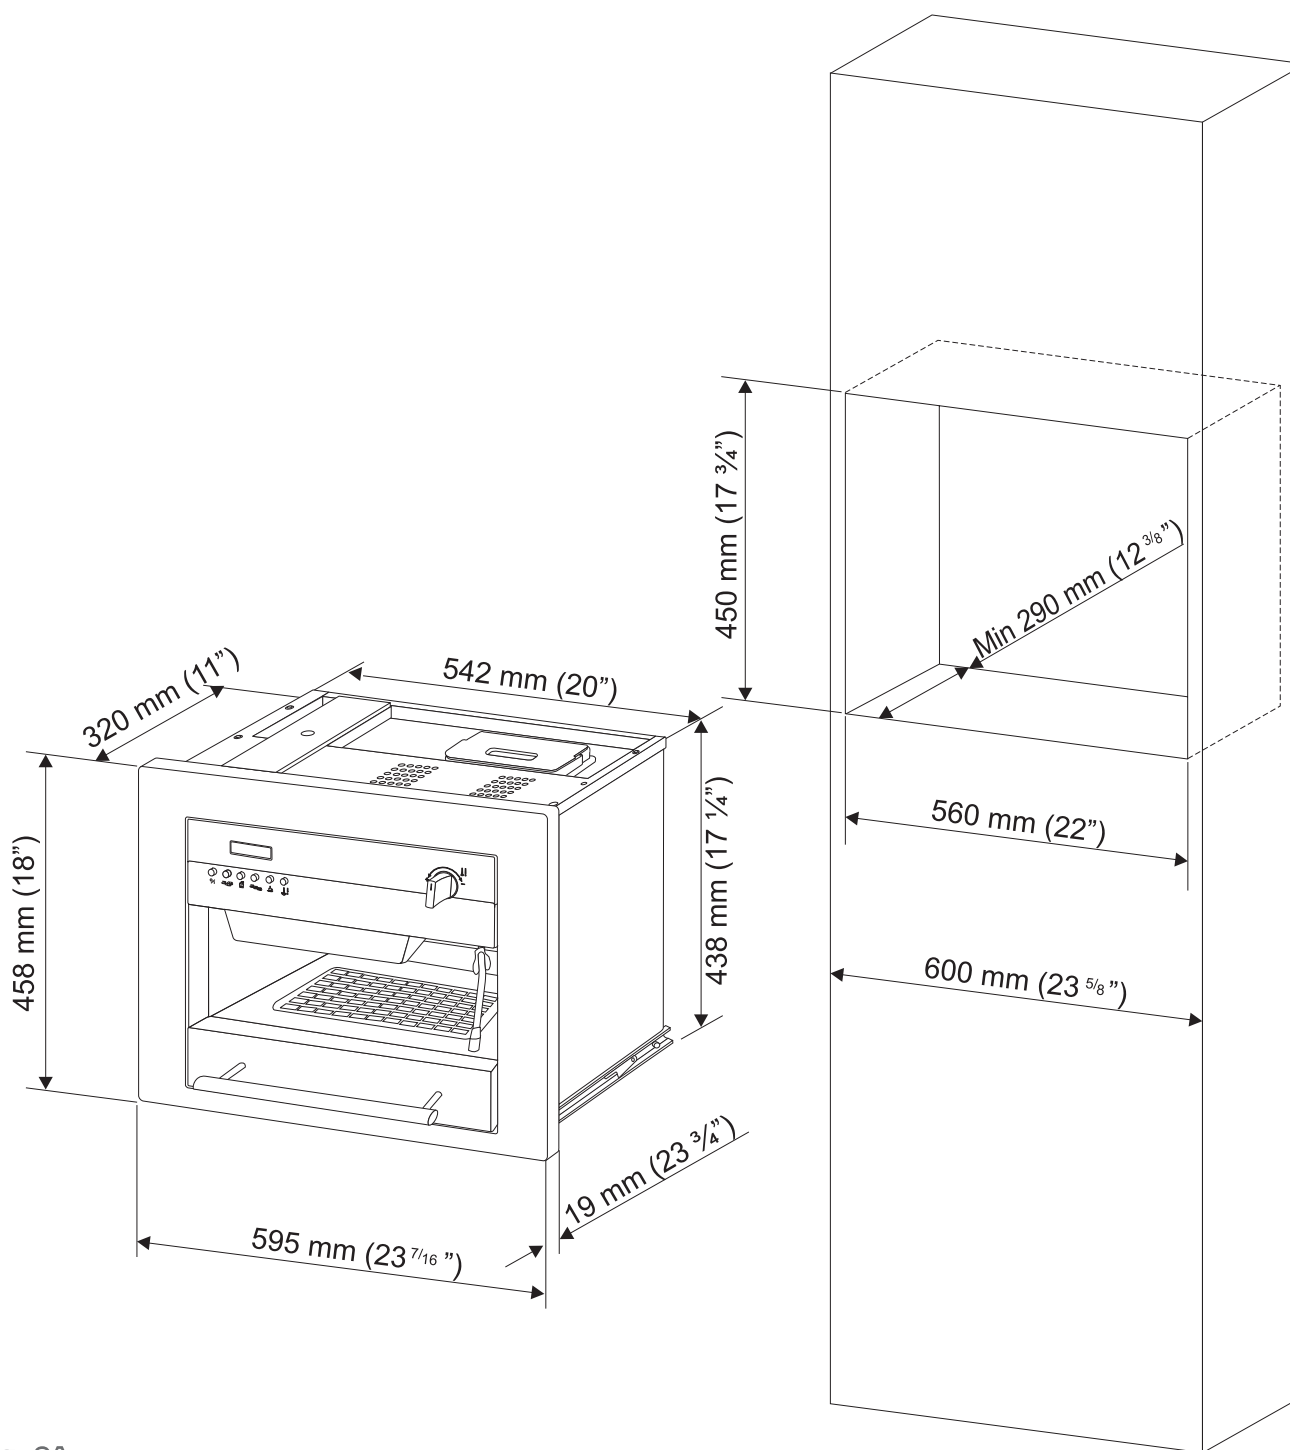

Fig. 2A
1. Verificare la corrispondenza delle dimensioni dell'apertura per l'alloggiamento della macchina (fig.2A/B).